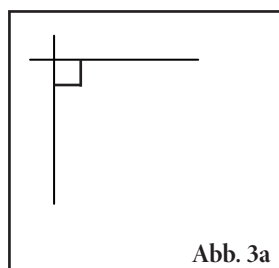
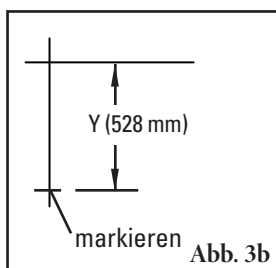
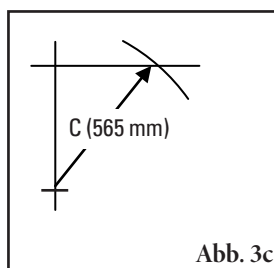

Abb. 3a
Abb. 3b
Abb. 3c
- 3. Das endgültige Maß ermitteln.** Auf einer ebenen, senkrechten Fläche mithilfe einer Wasserwaage eine horizontale und eine vertikale Linie anzeichnen, die im rechten Winkel zueinander stehen (Abb. 3a). Vom Schnittpunkt das ermittelte Y-Maß nach unten abtragen und die Position markieren (Abb. 3b). Ein Bandmaß an der geänderten Y-Markierung anlegen, dann einen Kreisbogen mit Radius C über die horizontale Linie schlagen und den Schnittpunkt markieren (Abb. 3c). Den Abstand vom ersten zum zweiten Schnittpunkt messen. Dies ist das neue X-Maß (Abb. 3d).